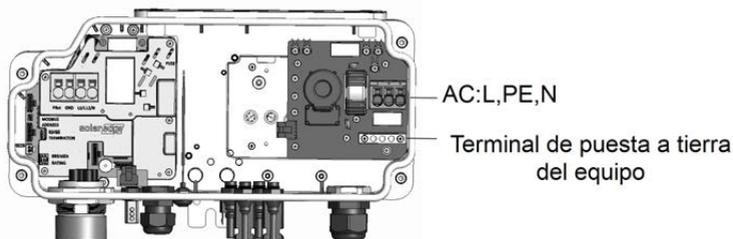

Figura 13: Interior de la unidad de conexión
4. Insertar el cable de puesta a tierra en la pletina de conexión a tierra del equipo (ver la *Figura 13*).